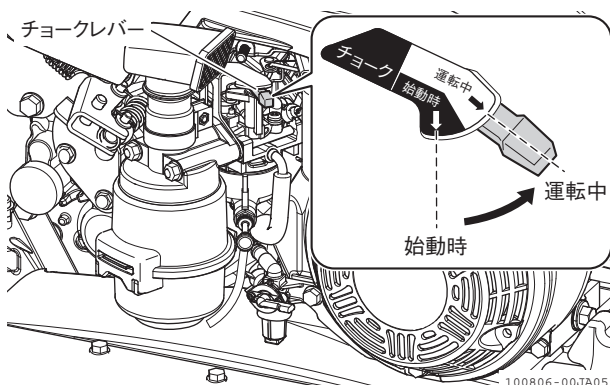

図 2-22 チョークレバー
3. エンジンの回転状態を見ながらチョークレバーを徐々に「運転中」位置にします。(図 2-22) (エンジンが冷えている場合のみ)